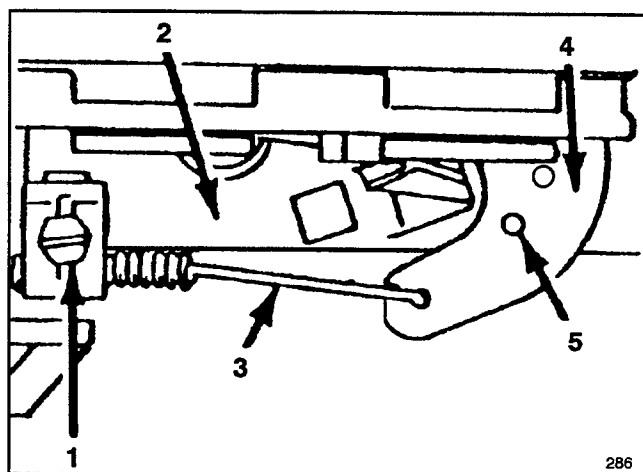

Figure 22
3. Desserrer la vis du serre-câble jusqu'à ce que le câble glisse librement (Fig. 22).
4. Déplacer le câble vers la gauche ou vers la droite pour aligner les trous du levier et du support de la commande des gaz (Fig. 22).